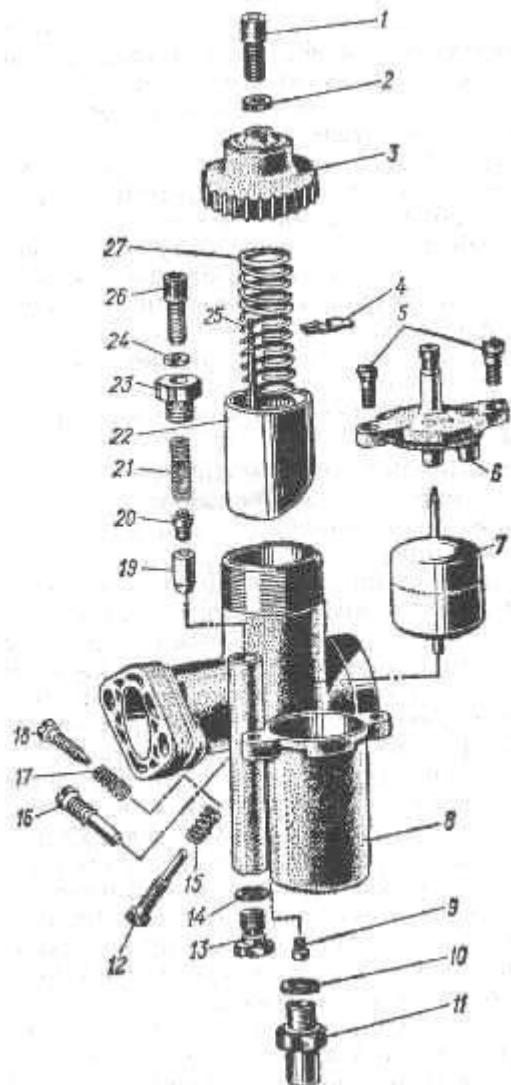

Рис.7. Детали карбюратора "Иков" 2926СД:
1. отвинтить крышку 3 (рис.7) золотникового колодца (если она была завернута после снятия карбюратора), вынуть пружину 27 и дроссельный золотник основного карбюратора с дозирующей иглой 25; у карбюратора "Йиков" 2926СД вывинтить крышку 23 пускового карбюратора и вынуть пружину 21 и дроссельный золотник пускового карбюратора 19 с фиксатором 20 троса;